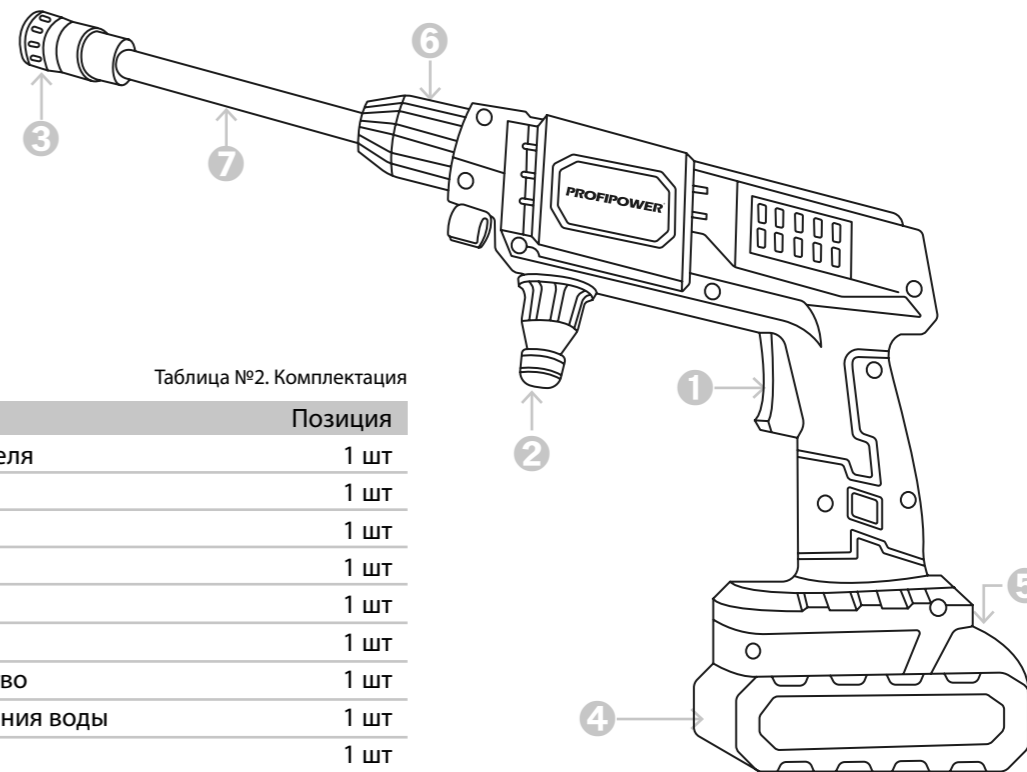
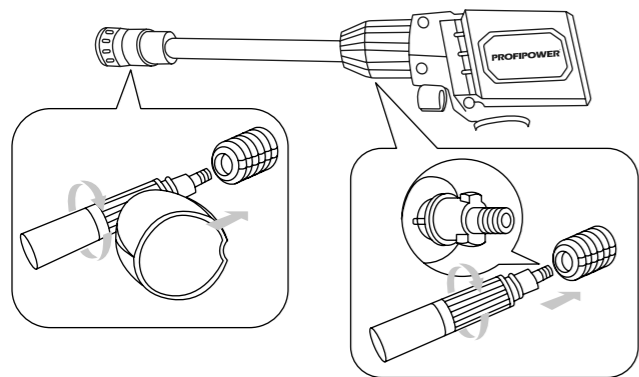
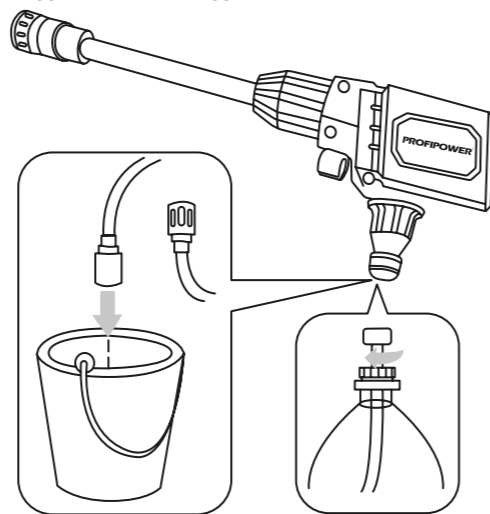

Рисунок 1.1. Устройство инструмента
Рисунок 2.2.1. Установка насадки
Рисунок 2.2.2. Подключение воды
Для замены принадлежностей и после прекращения работы отключайте инструмент от питания. Установите распылительную штангу «7» (рисунок 1.1.) и зафиксируйте, повернув на 90° (рисунок 2.2.1). Установите необходимое сопло на распылительную штангу «7» (рисунок 1.1.) и зафиксируйте со щелчком (рисунок 2.2.1).
- 1 Находящуюся в комплекте соединительную муфту подсоедините к водозаборной розетке «2» (рисунок 1.1.)
Привинтите всасывающий шланг к водозаборной розетке «2» (рисунок 1.1.) и поместите в источник воды (например, в дождевую бочку), установив фильтр (рисунок 2.2.2.).
Включайте инструмент только тогда, когда собираетесь работать с ним. Для включения электроинструмента нажмите триггерный выключатель «1» (рисунок 1.1.). Для выключения электроинструмента отпустите триггерный выключатель «1» (рисунок 1.1.). Перед установкой аккумуляторного блока в инструмент обязательно убедитесь, что его триггерный выключатель